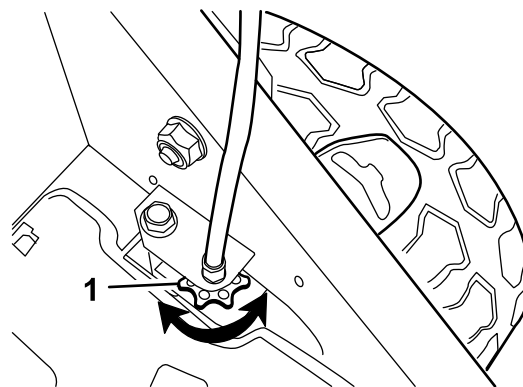

Figura 19
- Si las ruedas no giran al apretar la barra de autopropulsión, la correa de transmisión está demasiado floja. Gire el mando de control de la transmisión de las ruedas (Figura 19) una vuelta en el sentido de las agujas del reloj y repita los pasos 3 a 5.
- Si las ruedas giran antes de apretar del todo la barra de autopropulsión, la correa de transmisión está demasiado apretada. Gire el mando de control de la transmisión de las ruedas (Figura 19) una vuelta